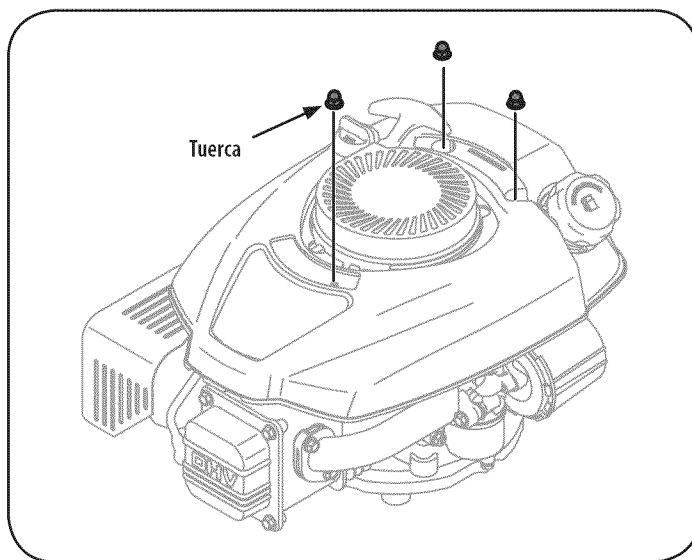

Figura 19
1. Retire exterior cubierta de motor y tuercas de fijación interna cubierta, como se muestra en la Figura 19.